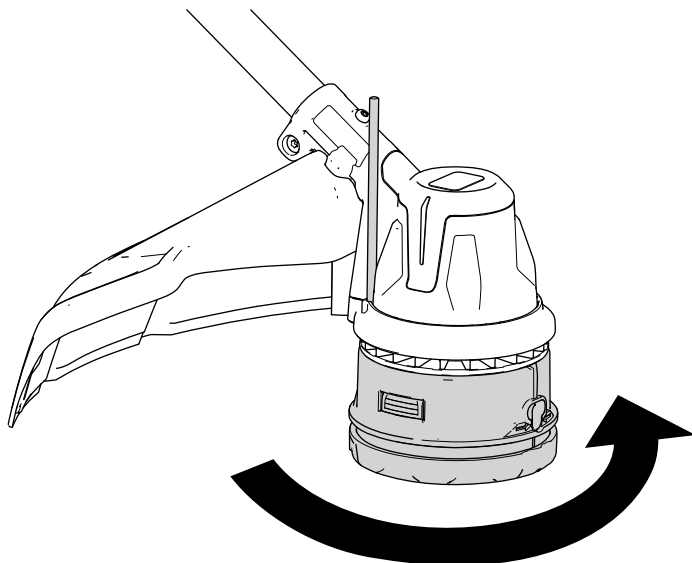

Figure 19
3. Une fois la tête de coupe fixée en place par la tige, tournez-la dans le sens antihoraire pour la retirer du montant fileté du boîtier (Figure 19).